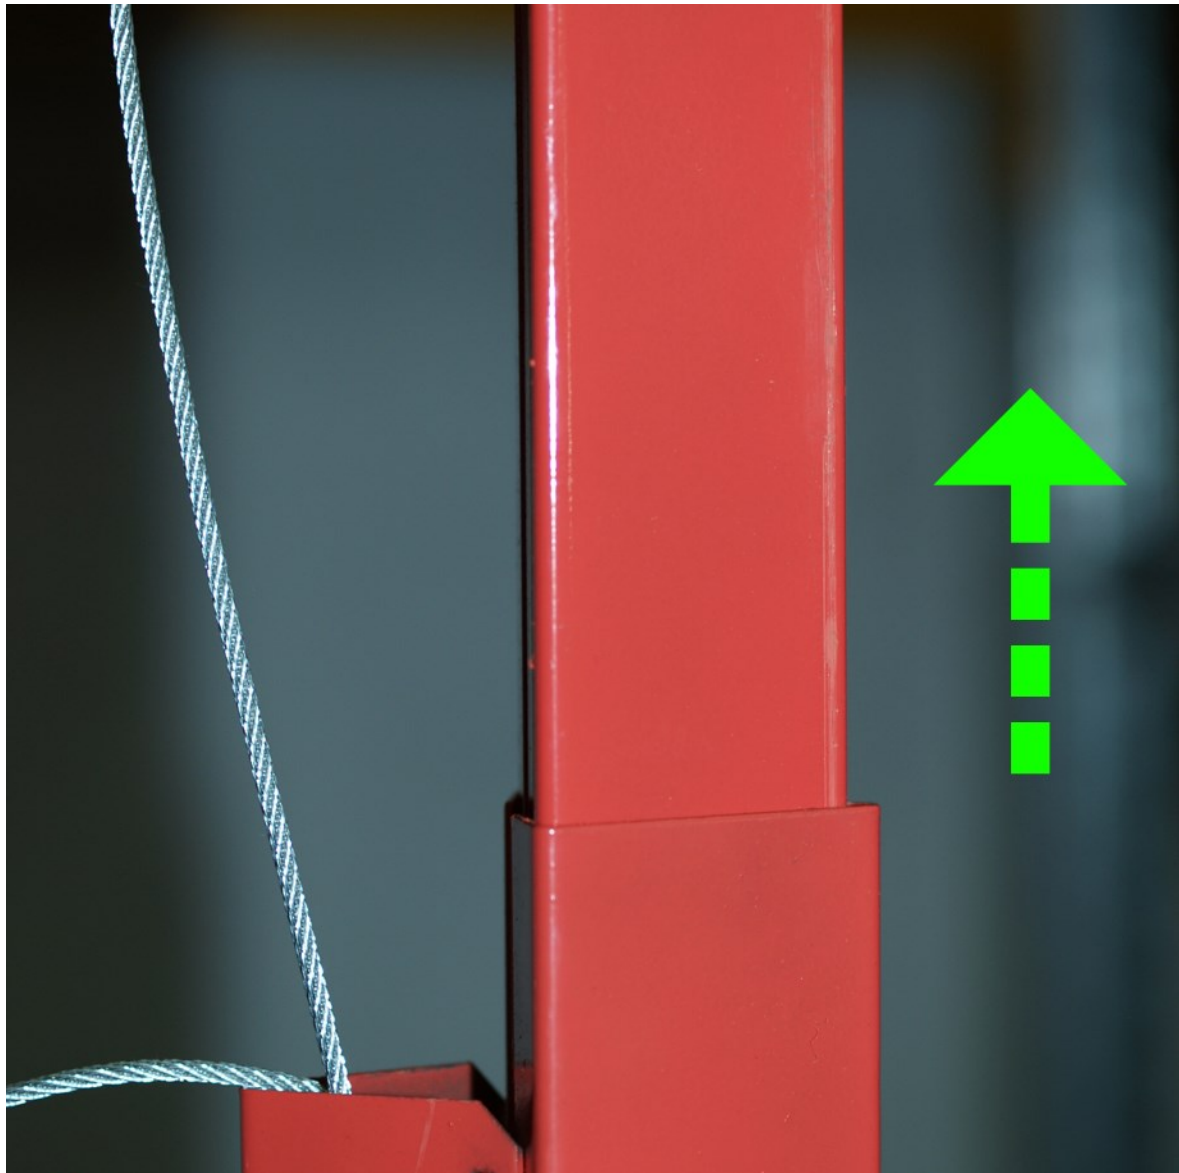

Abbildung 3
5. Teleskopstange vorsichtig nach oben herausziehen (Abb. 3).